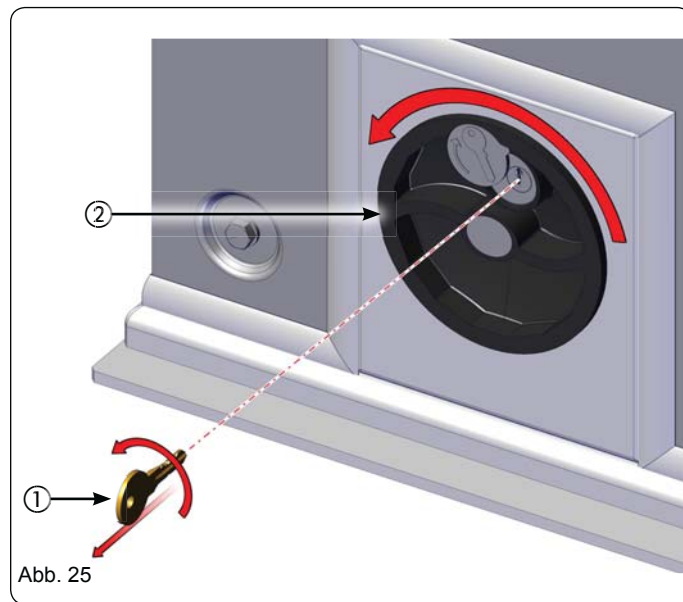

Abb. 25
1. Das Entriegelungssystem gegen den Uhrzeigersinn bis zum mechanischen Anschlag drehen (Abb. 25 Bez. ②).
2. Den Schlüssel gegen den Uhrzeigersinn drehen und aus dem Schloss ziehen (Abb. 25 Bez. ①).